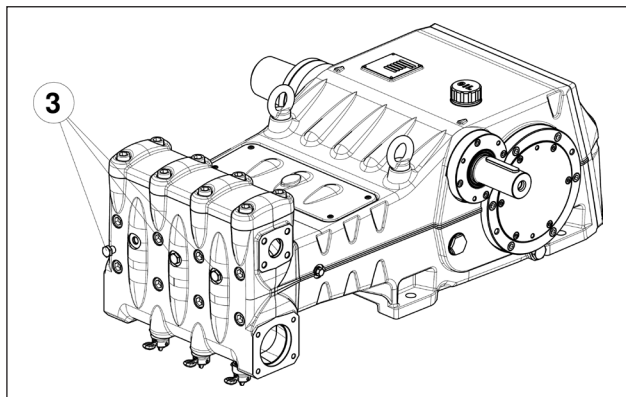

Fig. 11
En cas de problèmes d'amorçage dus à une alimentation insuffisante, enlever les trois bouchons à l'avant de la tête (exception faite pour la version LK36) comme le montre le rep. ③ Fig. 11.